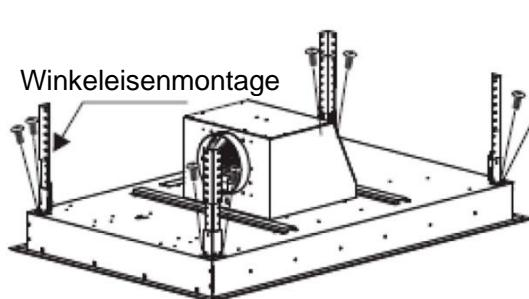
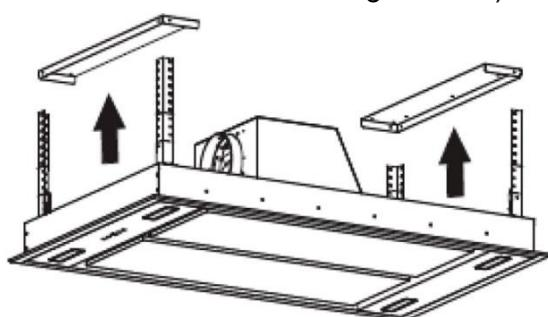

Abb. 10
Abb. 11
- 7. Befestigen Sie, wie in Abb. 10 gezeigt, die 4 verstellbaren Winkeleisen mithilfe von 8 M4*12mm Sechskantschrauben am Gehäuse, siehe Bild 11/12. Heben Sie das Gehäuse an und verwenden 8 M4*12mm Sechskantschrauben und M4 Muttern mit Dichtungen, um das Gehäuse an den 2 Aufhängeblechen zu befestigen; ziehen Sie das Verlängerungsrohr nach außen (Hinweis: Das Verlängerungsrohr muss fest am Gehäuse befestigt werden).